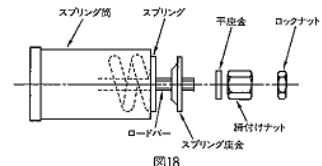

図18
- ロードバーにスプリング座金(凸部をスプリング方向にして下さい)、平座金を通し、締付けナットで締付けて下さい(図18参照)。この場合以下に示す状態になるような締付け量で締付けて下さい。但し最大可能締付け量は45mm。